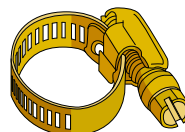
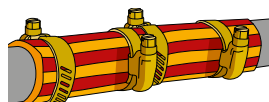

Fig. 39
Fig. 40
- Sujete con una abrazadera (Fig. 39) en cada extremo de la manguera y otras dos cerca de donde cortó el caño roto (Fig. 40).